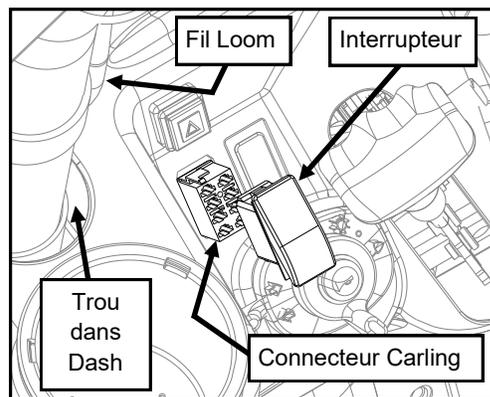

Fig. 2.3A
2.3 Capot ouvert du véhicule. Sous le capot, acheminer le connecteur Carling 8 broches (sur le harnais de câblage fourni) à travers la découpe rectangulaire dans le tableau de bord du véhicule. Branchez le connecteur Carling à l'arrière de l'interrupteur. Passez en tableau de bord. (voir la figure 2.3A).
2.5 Routez la longue section de harnais à travers le trou dans le tableau de bord au tube rops avant latéral du conducteur (voir la figure 2.3A).